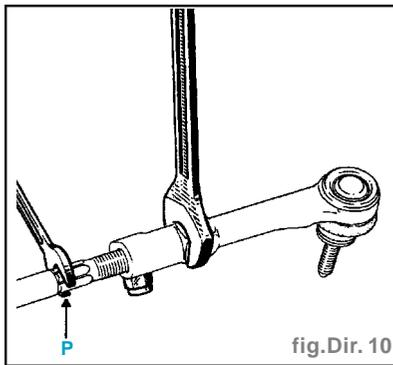

fig. Dir. 10
- Desserrer la vis du manchon de réglage parallélisme et dévisser le boîtier rotule en maintenant la rotule axiale avec une clé plate en "P" (fig. Dir. 10).